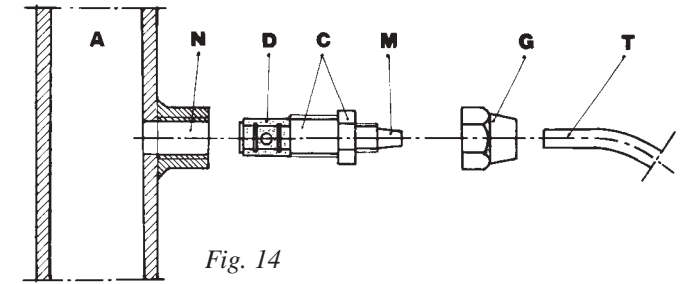

Fig. 14
SCHEMA DI MONTAGGIO VALVOLA DI INIEZIONE FIG. 14
- h. Select the most appropriate injection point on a pipe of the plant to be treated and there fit a 3/8" female steel gas connector. This connector is not supplied with the pump. Screw the injection valve to the gas connector, inserting a gasket as shown in Figure 14. Then connect the delivery hose to the conical connector on the injection valve and fix it with the supplied clamp G. The injection valve also acts as a no return valve.
INJECTION VALVE INSTALLATION DIAGRAM FIGURE 14
- h. Appliquer sur la conduite de l'installation à traiter un raccordo d'acier de 3/8" gaz femelle à l'endroit le plus approprié pour l'injection du produit à doser. Ce raccordo n'est pas fournis. Visser le clapet d'injection au raccordo, en utilisant du téflon comme garniture telle que l'indique la figure 14. Relier le tube à l'embout conique du clapet d'injection et le bloquer à l'aide de l'écrou G approprié. Le clapet d'injection est aussi clapet anti- retour.
SCHEMA DE MONTAGE DU CLAPET D'INJECTION- FIG.14
- h. Den geeignetsten Einspritzpunkt an einem Rohr der zu behandelnden Anlage auswählen und dort einen 3/8" - Gasanschluss anbringen. Dieser Anschluss gehört nicht zum Lieferumfang. Das Einspritzventil in den Gasanschluss einschrauben und dabei wie auf Abbildung 14 gezeigt eine i3ichtung einlegen. Dann den Schlauch des Austritts an den konischen Anschluss anschließen und mit der mitgelieferten Überwurfmutter G befestigen. Das Einspritzventil dient als Rückschlagventil.
INSTALLATIONSPLAN EINSPRITZVENTIL ABBILDUNG 14
- h. Se decidirá en qué punto de la cañería de la instalación que hay que tratar conviene ejecutar la inyección del producto que hay que dosificar y ahí se realizará un empalme de 3/8" de un caño hembra a prueba de gas. Dicho empalme no se entrega con el equipo. Enroscar la válvula de inyección al empalme, utilizando teflón como junta (véase la fig. 14). Conectar el tubo a la boquilla cónica de la válvula de inyección y bloquearla con la correspondiente tuerca G. La válvula de inyección funciona a la vez como válvula de retención.
ESQUEMA DE MONTAJE DE LA VÁLVULA DE INYECCIÓN (Fig. 14)
ESQUEMA DE INSTALAÇÃO DA VÁLVULA DE INJECCÃO FIG. 14